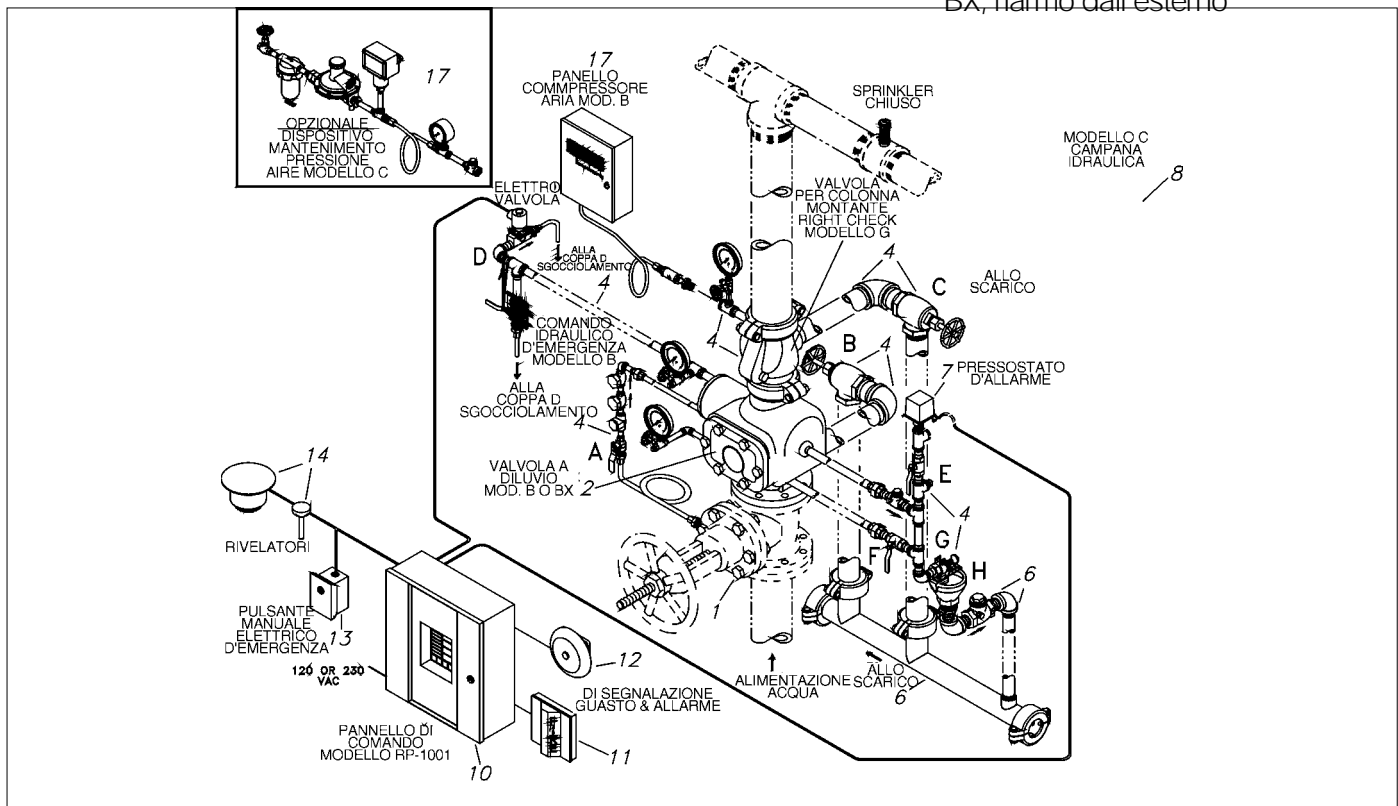

Figura 5 - Sistema di preazione a singola attivazione "Supertrol"
- Fare riferimento alla Figura 5.